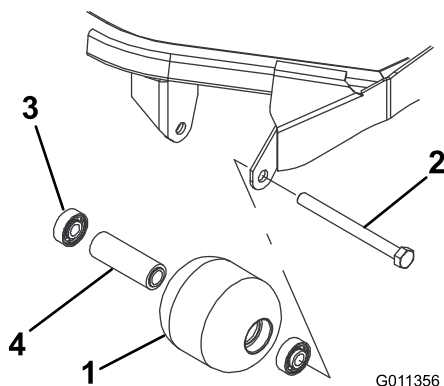

Figure 68
1. Retirez le boulon de fixation du galet (Figure 68).
4. Vérifiez l'état du logement de roulements, des roulements et de la douille d'écartement de roulements (Figure 68)
1. Enfoncez le premier roulement dans le logement à la presse (Figure 68). Exercez la pression uniquement sur la bague extérieure ou uniformément sur les bagues intérieure et extérieure.
2. Insérez l'entretoise (Figure 68).
3. Enfoncez le second roulement dans le logement (Figure 68) en exerçant une pression uniforme sur les bagues intérieure et extérieure jusqu'à ce que la bague intérieure rencontre la douille d'écartement.